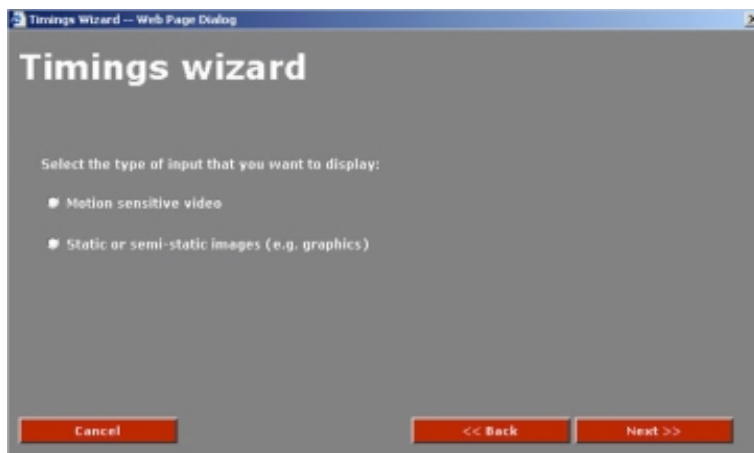

Imagen 8-10
- Haga clic con el ratón en el botón de radio deseado. (imagen 8-10)